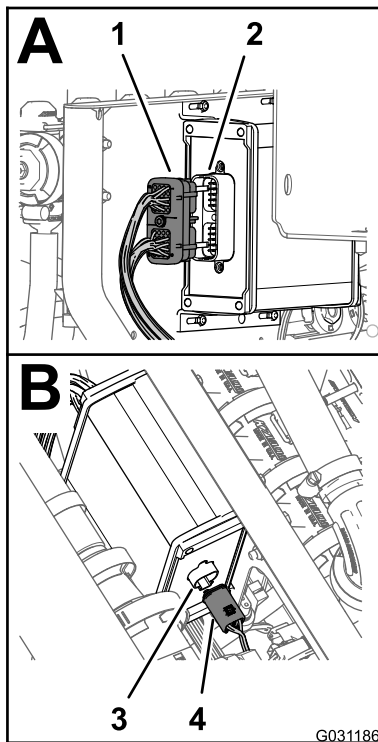

Bild 161
1. Fluchten Sie den 40-Buchsen-Stecker (mit **ASC 10** beschriftet) des 203-cm-Kabelbaumzweigs mit dem 40-Stift-Stecker des Sprühsteuergeräts aus (Bild 161).
3. Fluchten Sie den 4-Buchsen-Stecker (mit **To ASC 10** beschriftet) des 203-cm-Kabelbaumzweigs mit dem 4-Stift-Stecker des Sprühsteuergeräts aus (Bild 161).